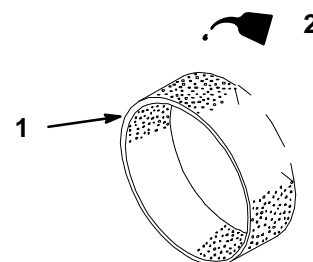

Figure 14
- C. Verser 30 à 60 ml d'huile (1-2 oz.) sur l'élément (Fig. 14). Presser l'élément pour bien répartir l'huile.